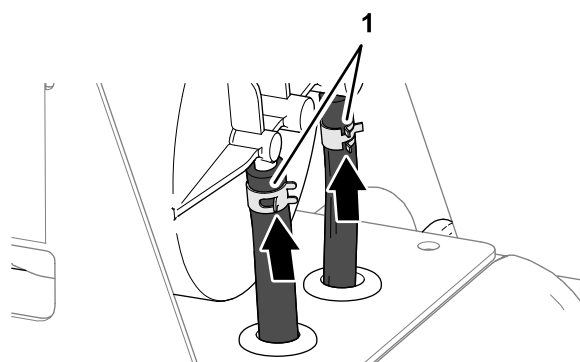

Figura 88
4. Fissate i flessibili ai raccordi con le fascette stringitubo (Figura 88)